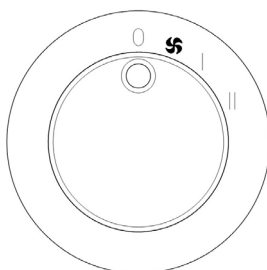

fig. 3
- Zur Aktivierung der Funktion BELÜFTUNG drehen Sie den Knopf "B" so, dass der Bezug "I" (Abb. 1) mit dem Symbol "VENTILATOR" auf der Bedienkonsole zentriert ist (Abb. 3).
- Para activar la función VENTILACIÓN, gire la manija de tal forma que la referencia "I" (fig. 1) quede alineada con el símbolo del ventilador, presente en el panel de mandos (fig. 3).